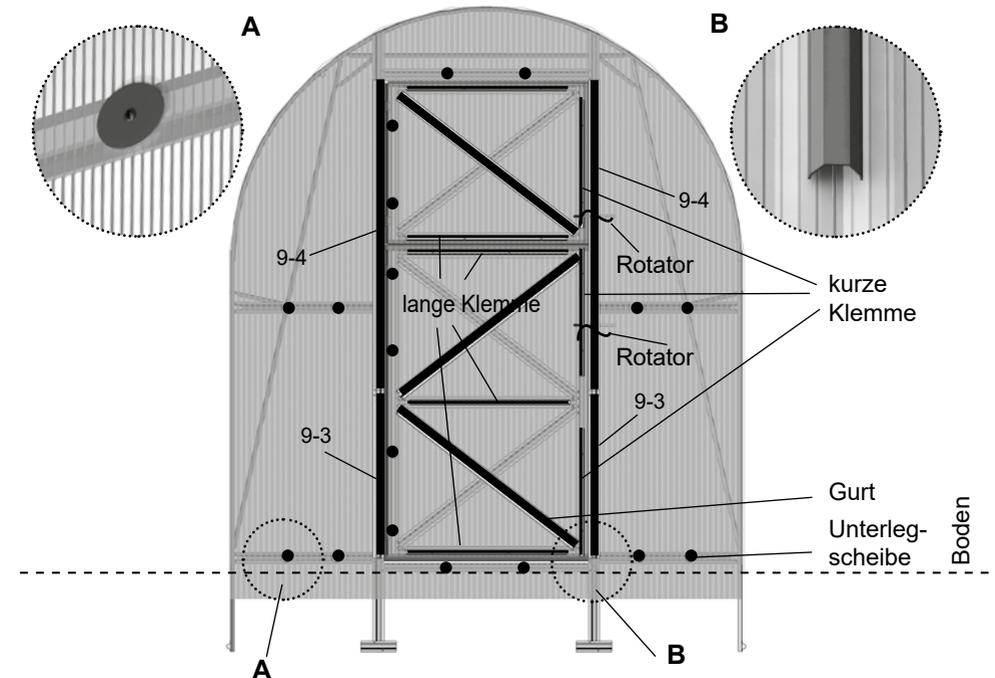

Abb. 21
8. Unterlegscheiben und Klemmen am Ende sind gemäß Abb. 21 eingestellt.